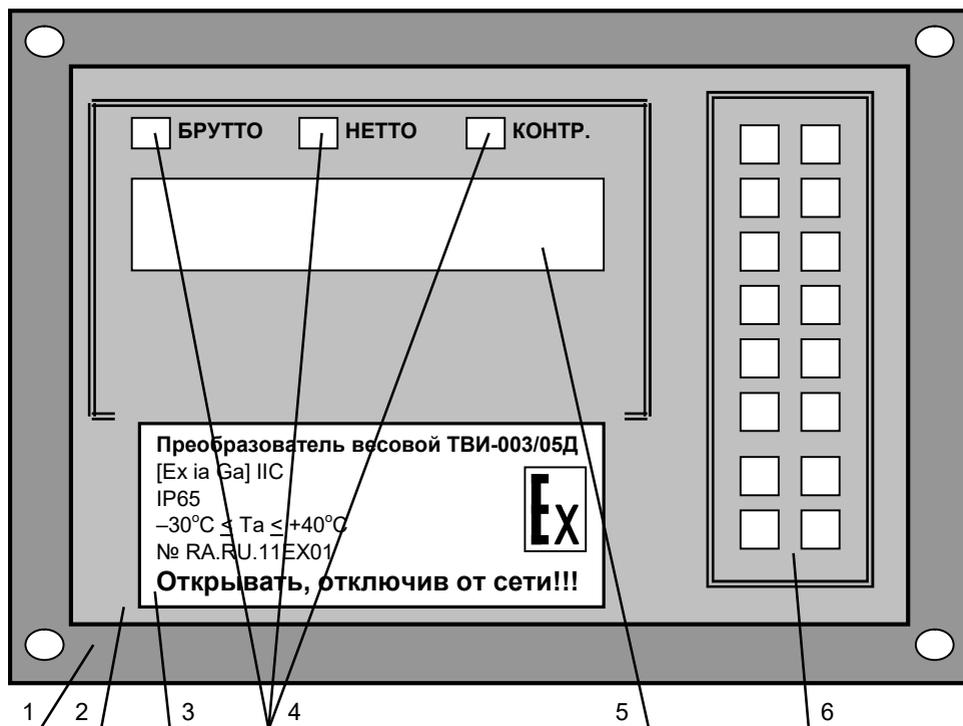
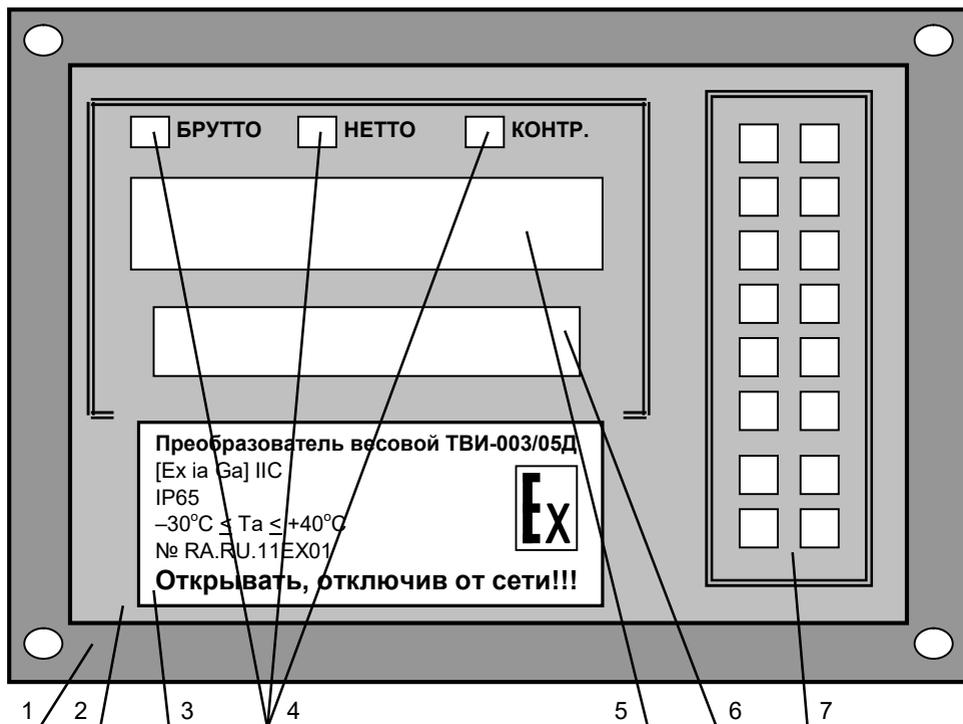

Рис. 7.1. Внешний вид Преобразователя без дополнительного индикатора спереди.
Рис. 7.2. Внешний вид Преобразователя с дополнительным индикатором спереди.
На Рис. 7.1 и Рис. 7.2 изображён внешний вид Преобразователя спереди.
10.2. После включения Преобразователь выполнит самотестирование, затем на индикатор (см. Рис. 7.1 на стр. 13) будет кратковременно выведено название версии программного обеспечения Преобразователя виде «**SC-XXX**» (где знакам **X** будут соответствовать цифры, отражающие номер версии).
13.1. Показания веса отображаются на дисплее Преобразователя. Если показания веса нестабильны, загорается индикатор «Контроль», см. Рис. 7.1 на стр. 13.